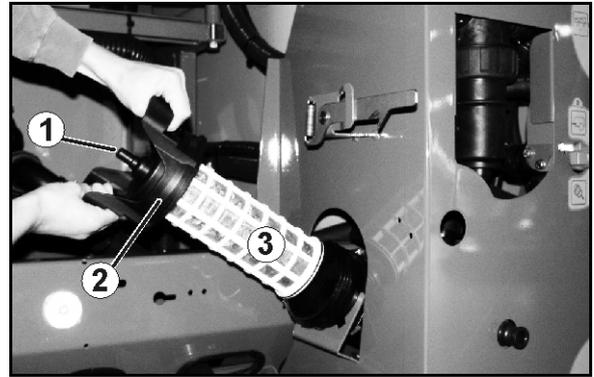

Fig. 125
Nettoyez le filtre d'aspiration (Fig. 125) quotidiennement après le nettoyage du pulvérisateur.
1. Desserrez le couvercle du filtre d'aspiration (Fig. 125/2).
2. Retirez le couvercle avec le filtre d'aspiration (Fig. 125/3) et nettoyez à l'eau.
5. Desserrez le couvercle du filtre d'aspiration (Fig. 125/2).
6. Actionnez la vanne de purge sur le filtre d'aspiration (Fig. 125/1).
7. Retirez le couvercle avec le filtre d'aspiration (Fig. 125/3) et nettoyez à l'eau.